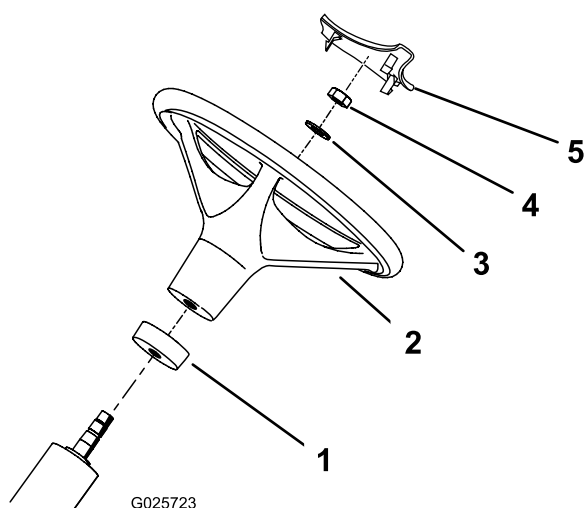

Bild 2
2. Schieben Sie den Schaumkragen auf die Lenkwelle (Bild 2).
3. Schieben Sie das Lenkrad auf die Lenkwelle (Bild 2).
4. Befestigen Sie das Lenkrad mit einer Scheibe und Sicherungsmutter an der Lenkwelle (Bild 2). Ziehen Sie die Sicherungsmutter mit 27 bis 35 Nm an.
5. Setzen Sie die Lenkradabdeckung auf das Lenkrad (Bild 2).